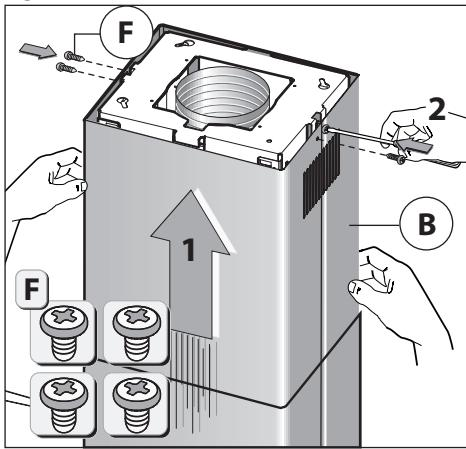

Fig.13
- Прикрепить верхнюю часть дымоотвода **B** к конструкции с помощью 4 болтов **F** (рис. 13).
- Затем привинтить трубу нижнего дымохода с внутренней части дымососа при помощи болтов **P** (рис.13) и поставить фильтры на прежнее место.